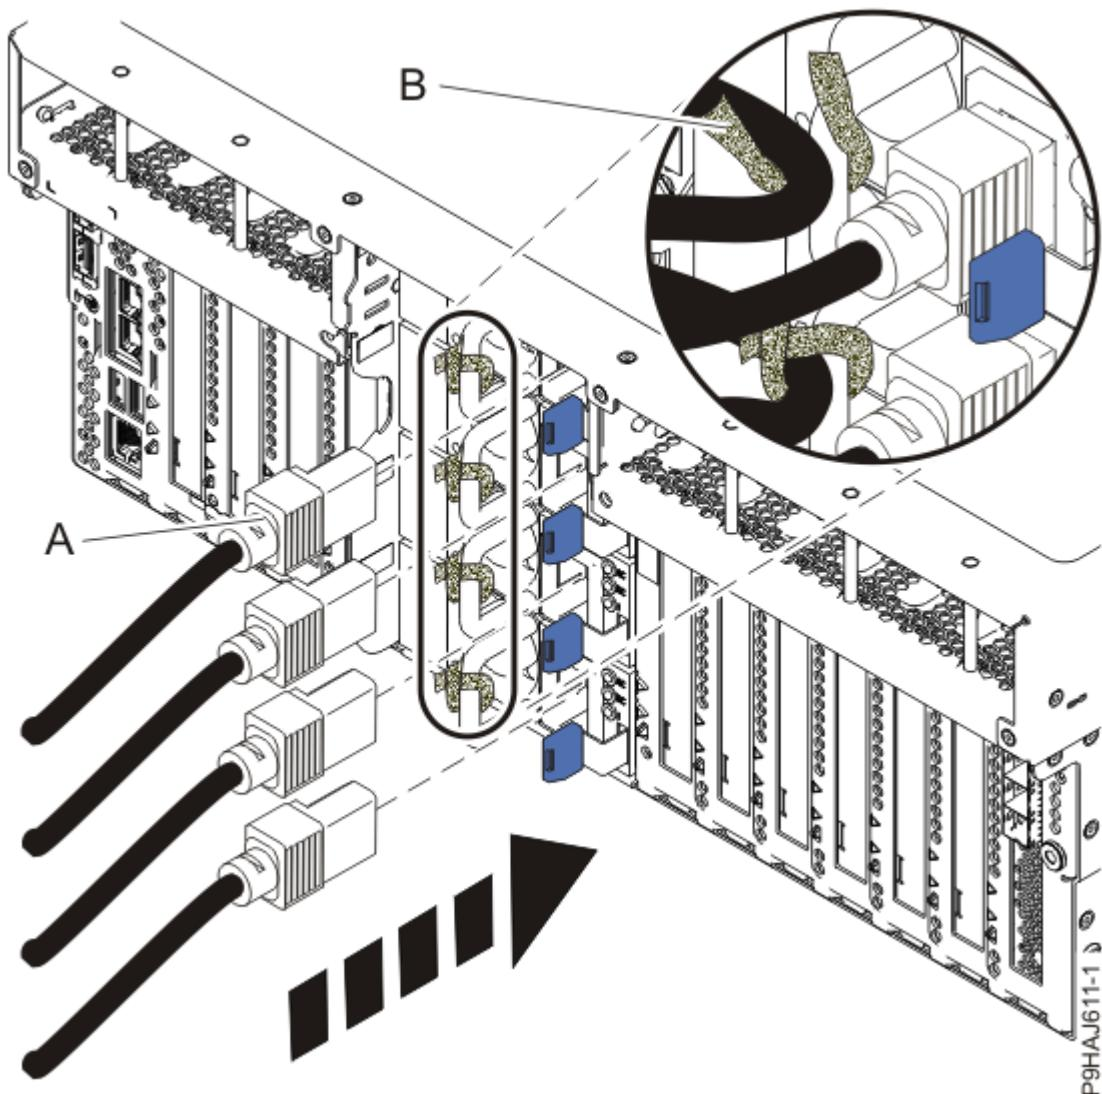

図 33. ラック・マウント型システムへの電源コードの接続
7. ラベルを使用して、電源コード (A) をシステム装置に再接続します。
- 面ファスナー (B) を使用して電源コード (A) をシステムに固定します (35 ページの図 33 または 36 ページの図 34 を参照)。